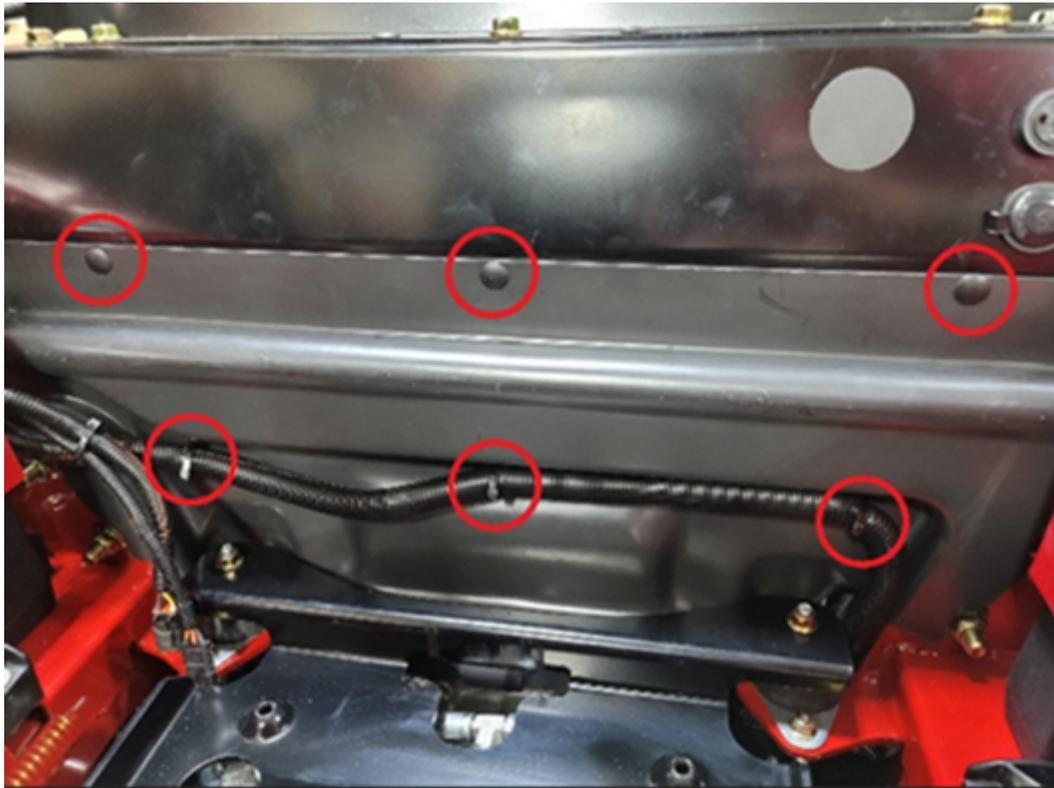

Figura 1
2. Retire y deseche los 3 clips con brida que fijan el arnés de cables (Figura 1).
3. Retire y deseche los 3 tapones de plástico que fijan el panel del deflector de calor (Figura 1).